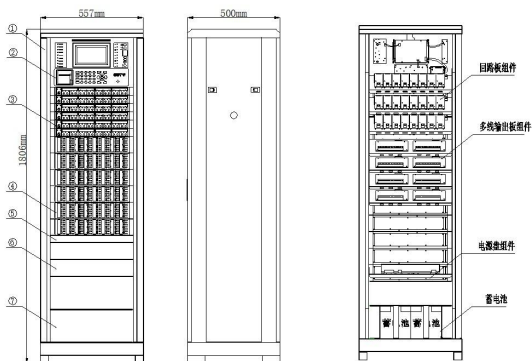

图 2-1 立柜外观示意图
JB-QGL-GST1016ZG 采用柜式结构，主要有以下几部分组成①柜体；②控制器面板；③多线控制盘；④总线控制盘；⑤3U 封板；⑥4U 封板。其外观示意图如图 2-1 所示。